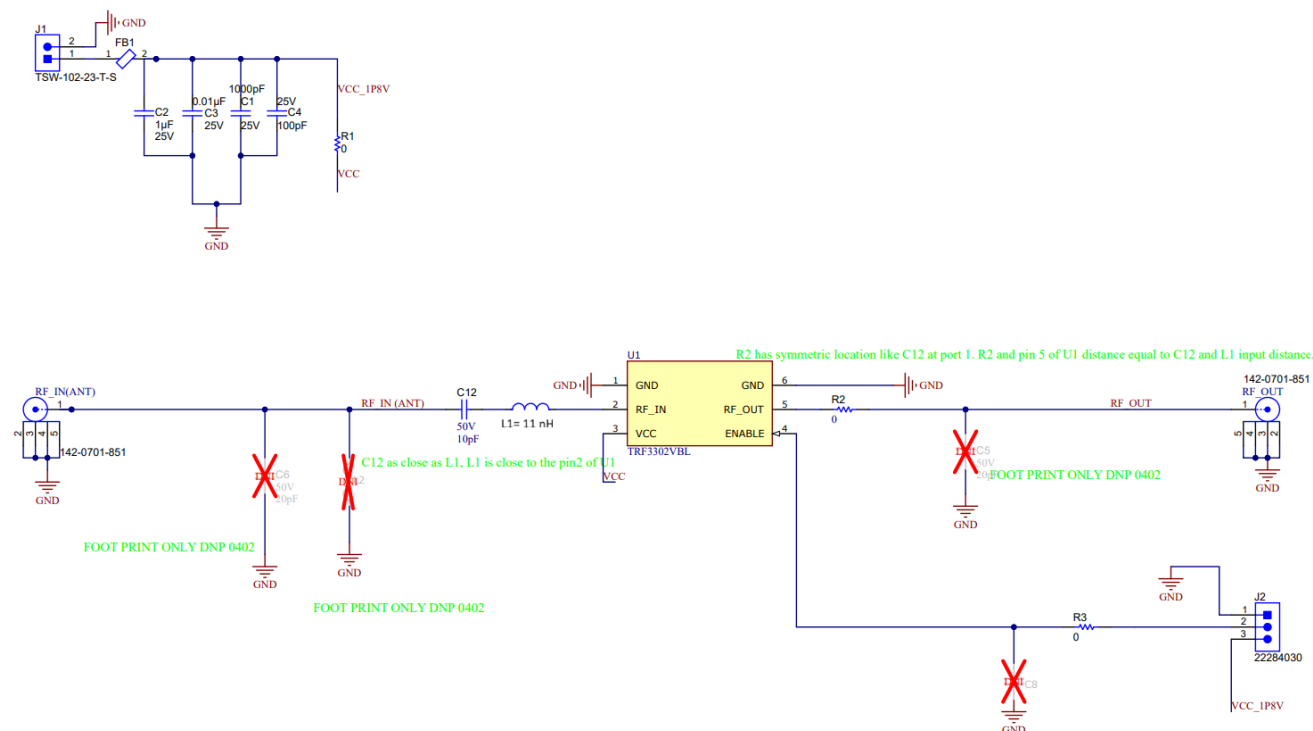

図 3-2. L2 / L5 バンドの TRF3302EVM 回路図
3. 評価基板キットには、L1 の代わりに 3 つの  $L1 = 11\text{nH}$  インダクタが付属しており、これらを使用して TRF3302 を最適化し、図 3-2 に示すように 1165 ~ 1320MHz (L2 / L5 バンド) をサポートします。